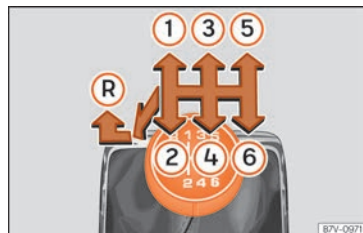

Abb. 234 Schaltschema eines 6-Gang-Schaltgetriebes.
Auf dem Schalthebel sind die Positionen der einzelnen Fahrgänge dargestellt »» **Abb. 234.**
- Schalthebel in die Neutralstellung bringen und nach unten drücken. Schalthebel ganz nach links und dann nach vorn in die Rückwärtsgangposition schieben » Abb. 234 (R).